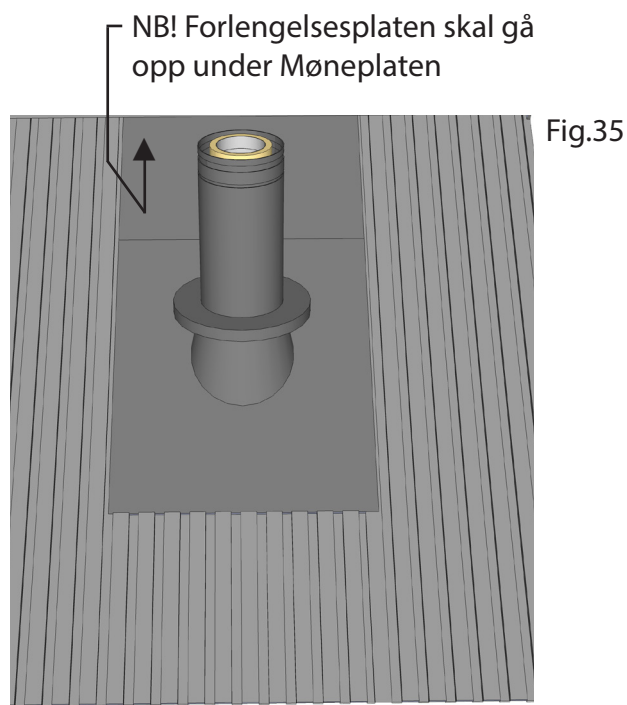

Fig.35
3. Montere tilbake lektene igjen (takstein) (tenk på sikkerhetsavstanden 50 eller 100 mm fra utsiden av skorsteinen) - legg tilbake takstein og eventuelt monterer møneplate (universell forlengerplate) se fig 35. Når det gjelder takstein, må du merke deg at noen steiner må løftes for at takinndekningens øvre del skal kunne komme inn under taksteinene. Pipehatt AS anbefaler bruk av gummiduk MGD (Ekstra tilbehør) som limes på takinndekningens overkant og legges inn under takbekledningen. Sistnevnte er særlig gunstig ved takstein, for at stein skal ligge mest mulig stabilt etter montering.